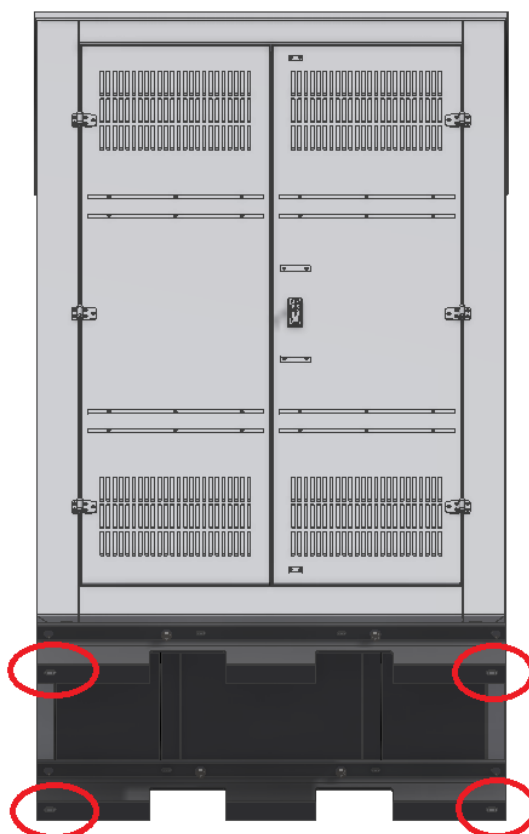

Fig. 7.40. Installazione del telaio da esterno
- telaio da esterno (Fig. 7.40). Questo tipo di telaio richiede fissaggio a terra tramite tasselli.